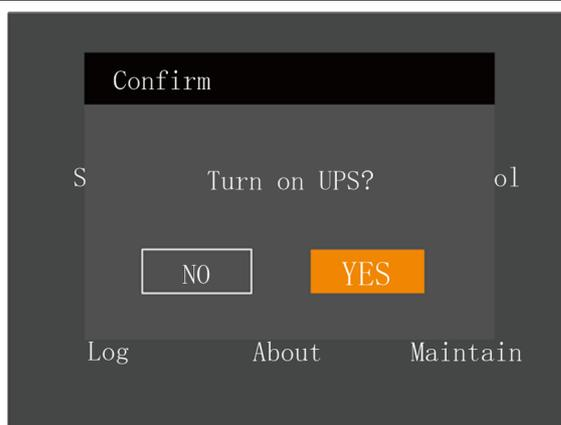

Figura 5-6 Encendido del SAI
2. Pulse el botón de alimentación durante dos segundos de manera que aparezca en la pantalla LCD el cuadro de diálogo que se muestra en la Figura 5-6.